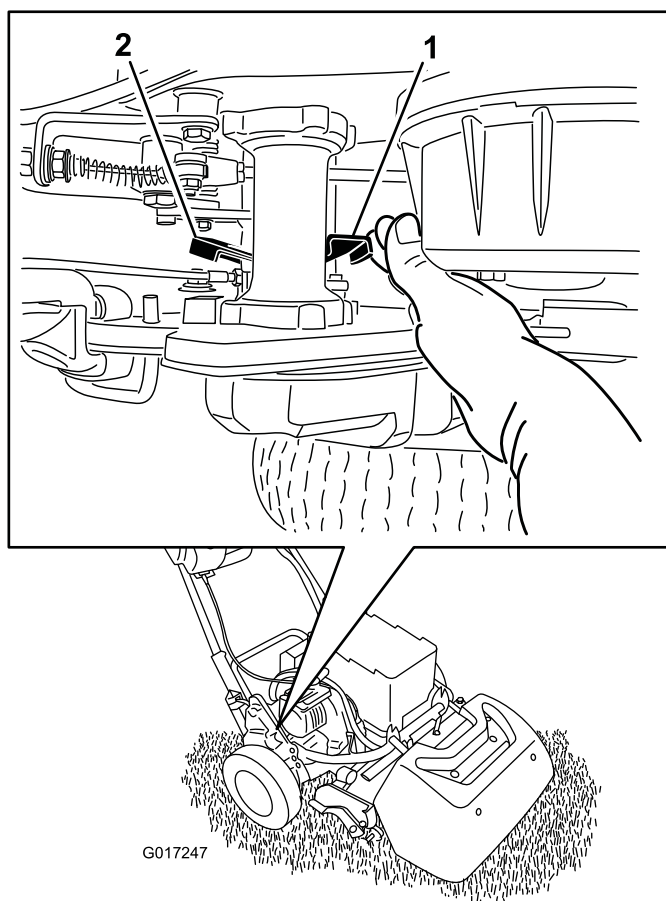

Bild 36
1. Rechts hinten an der Maschine neben der Antriebsgehäusetrommel befindet sich der Hebel zum Ein-/Auskuppeln des Fahrtriebs (Bild 36).